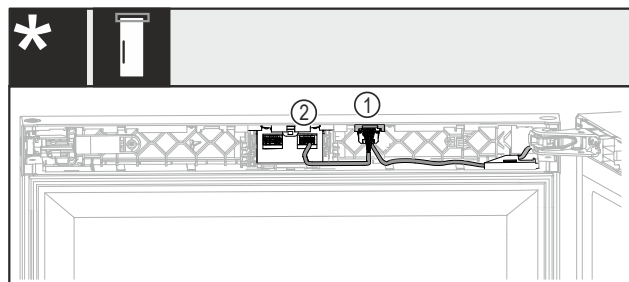

Fig. 46 Ohne Schloss oder mit mechanischem Schloss*
- Stecker mit beiden Kabeln Fig. 46 (1) in die Führung einschieben.*
- Stecker mit einem Kabel Fig. 46 (2) im rechten Nest einrasten.*